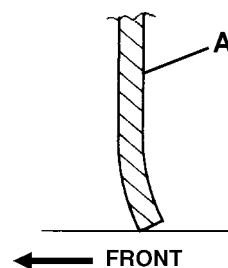

Figure 15
- le volet avant (A, Fig. 15) touche légèrement le sol et que, de toute façon, il ne se détache pas du sol (comme indiqué dans la figure).